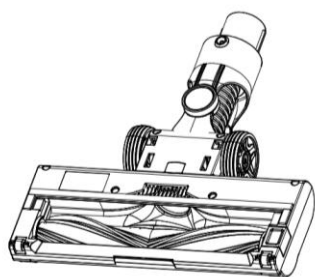

Figure 1.
1. Odstranite električno talno krtačo z glavnega aparata kot je opisano ter jo obrnite (Figure 1)